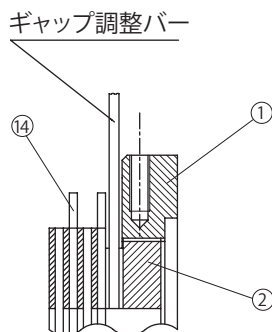

図 8-42
フィールド④側から見て左に回すとギャップが狭くなります。(図 8-42 参照)
- (4) アウターディスク⑭とセンターリング①の間には、取付ボルト③と固定ボルト⑪が交互に 6 本ずつ通っているため、ギャップ調整バーを回していくとそれらのボルトに当たります。ギャップ調整ネジ②には 8 等配の溝があり、ギャップ調整バーがボルトに当たるごとに (3) を繰り返して、ギャップ G を規定値に調整します。
- (5) ストッパー⑯を、規定ギャップに最も近い溝とネジ穴の点を選び取り付けてください。
- (6) ブレーキの手動解放を元の状態に復帰させた後、電源を入・切してブレーキ動作を確認してください。
- (7) ブレーキカバー㉒、Vリング㉓、ファン⑦、ファンセットボルト⑩、カバー⑧、屋外カバー㉑を取り付けます。この時ファンセットボルト⑩には、スリーボンド TB2365 を塗布してください。